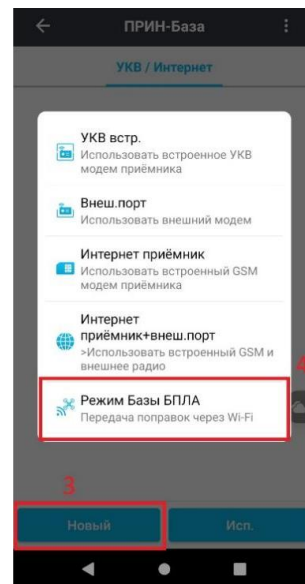

Рисунок 5.2.57
2. Нажмите **Новый** и выберите **Режим базы БПЛА** (Рисунок 5.2.57).